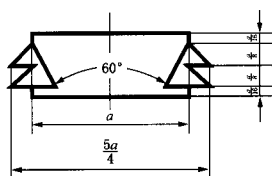
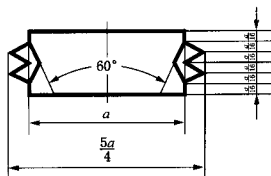
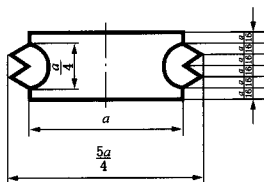

图 A. 5
图 A. 6
图 A. 7
A.1.2 封隔器卡瓦锚定部分如图 A.5、图 A.6 所示, 封隔器锚爪锚定部分如图 A.7 所示。